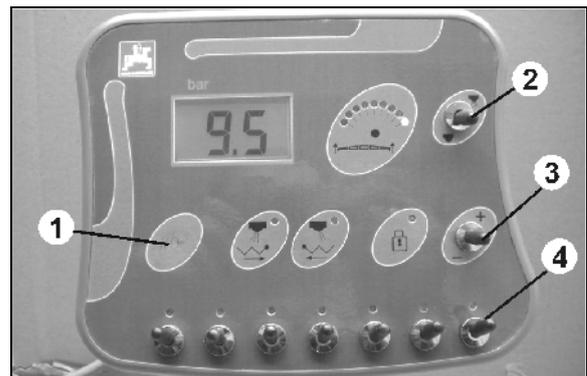

图 2
3.  打开 **AMASET+** (图 2/1)。
6.  (图 2/3) 按住 **+** / **-**，
- o 通过喷杆组开关 (图 2/4) 关闭喷杆组。在喷洒压力显示器上，设定的喷洒压力发生变化。